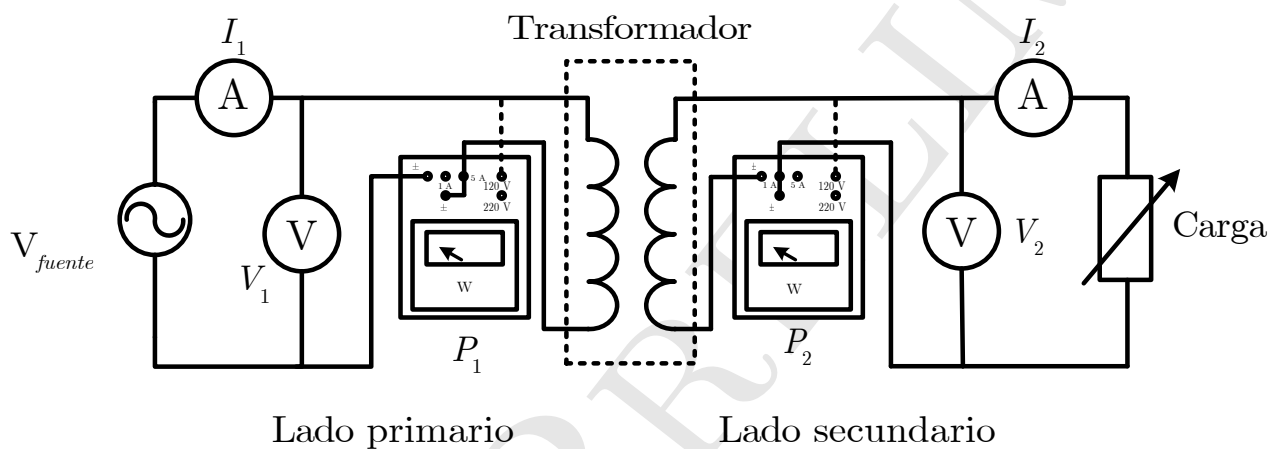

Figura 1: Circuito de interconexión para la prueba con carga.
1. Armar el circuito mostrado en la Figura 1. La carga tomará los valores de acuerdo a la Tabla 2.
3. Medir y anotar en la Tabla 3, 4 y 5 las lecturas tomadas de todos los instrumentos mostrados en la Figura 1 para cada tipo de carga.